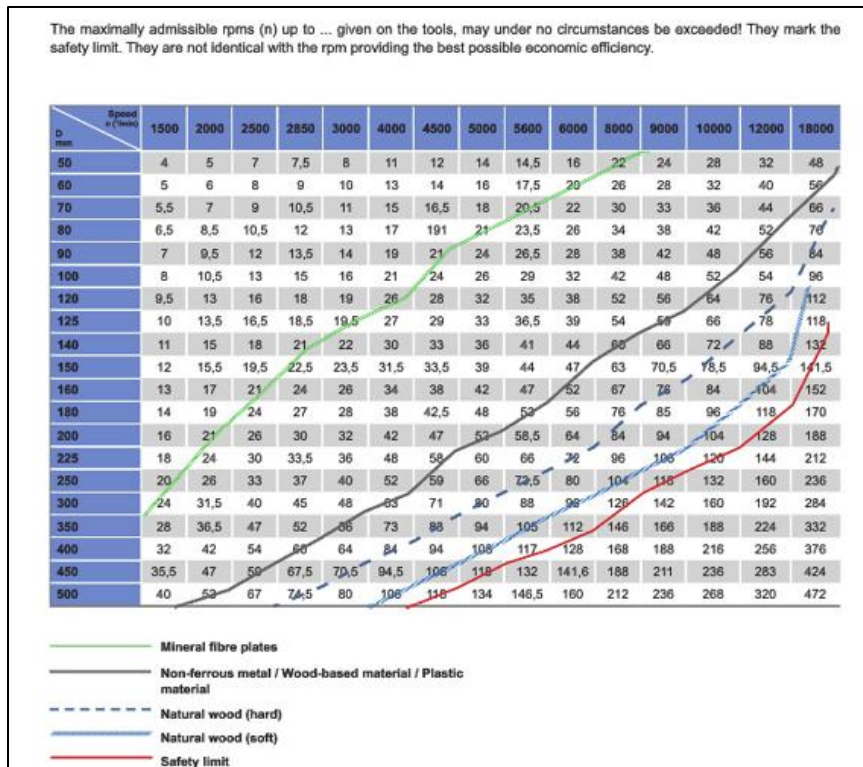

Imagen 1. Diámetro del disco
- El diámetro del disco (imagen 1) debe seleccionarse en función de las revoluciones de la máquina y del tipo de tablero y madera. Es importante no superar los límites de seguridad.